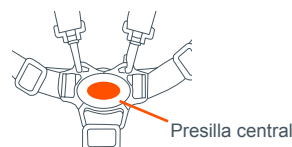

Fig. 14
- 14) Para soltarlas, presione el botón en la presilla central para destrabar las dos hebillas del arnés (Fig. 14).